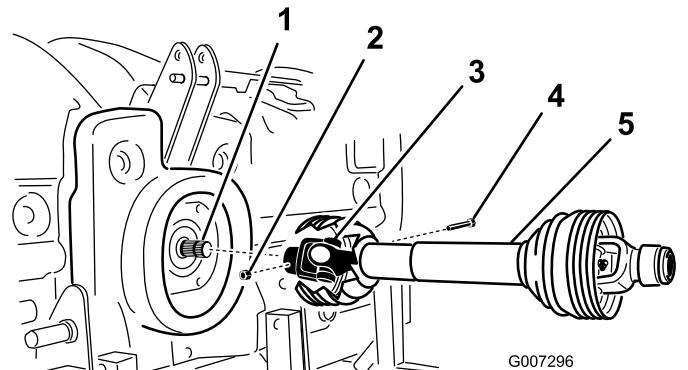

图11
2. 用 1 个  $\frac{1}{2} \times 3.00$  英寸的螺栓和 1 个  $\frac{1}{2}$  英寸的螺母将 PTO 轴连接到齿轮箱输入轴图11。